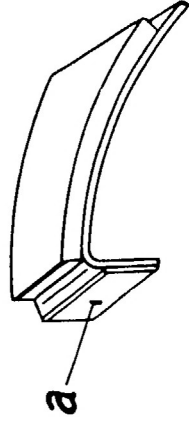

Bild 8/7c
- 1) Kupplungsklötze 201c gleichmäßig verteilt (entweder 3 oder 4 oder 6 Klötze) so in die Mitnehmerscheibe 201d einlegen, daß sie von der Mitnehmerscheibe geschoben (nicht gezogen) werden (Bild 8/7a, 8/7b, 8/7d). Darauf achten, daß die Kupplungsklötze sich in den Schlitzen der Mitnehmerscheibe leicht bewegen lassen.